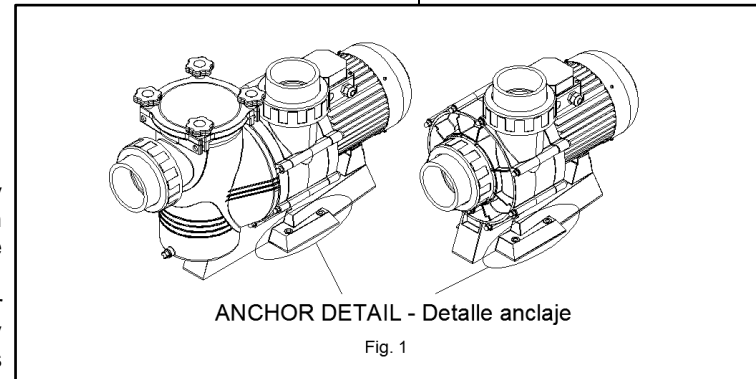

Fig. 1
- All pumps come with a two-drill foot to allow for them to be fixed in the floor by means of an anchor. (Fig. 1).
- Todas las bombas están provistas de un pie con dos taladros para poder sujetarlas en el suelo mediante un anclaje (Fig. 1).